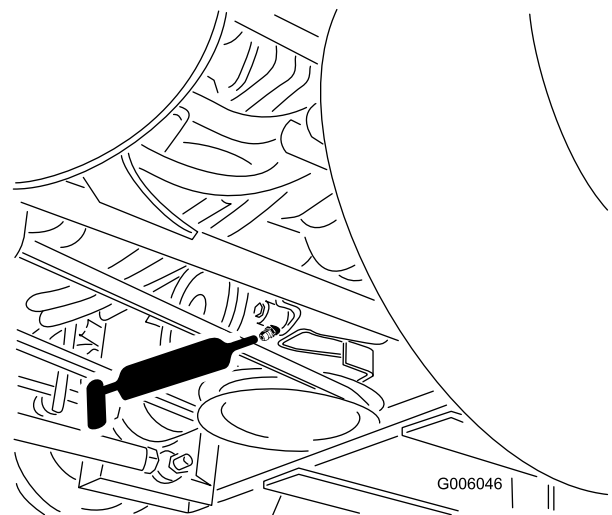

Figure 34
6. Graissez le bras de la poulie de tension de la courroie d'entraînement de PDF (Figure 34).